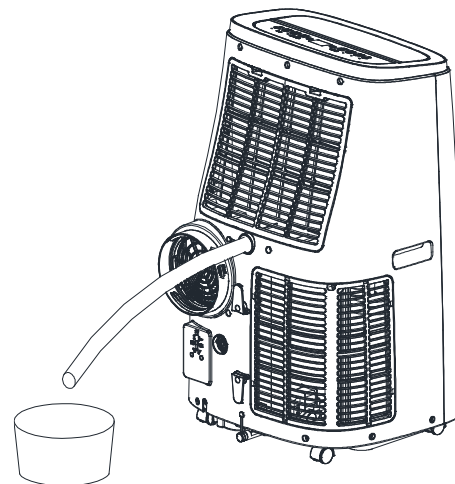

Fig.5
- Drenaggio continuo (solo in modalità deumidificazione): rimuovere il tappo di gomma sul fondo dell'unità e collegare un tubo di drenaggio all'apertura. Lascia che l'acqua coli in un contenitore (fig.5).